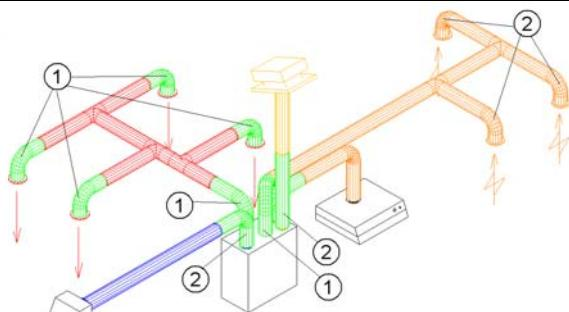

Fig. 5
For å unngå forstyrrende viftelyd til oppholdsrom brukes lyddempende kanal (pos.1, fig.5) fortrinnsvis på aggregatets tilluft- og avtrekksstuss (lengde = 1,0m pr. stk.). Ved behov benyttes lyddempende kanal også på aggregatets avkast- og uteluft-/friskluftinntak.
Fleksible kanaler (pos.2, fig.5) kan benyttes for tilpassinger mellom aggregat og takhatt/friskluftinntak. Alternativt kan fleksible lydfeller benyttes (ved korte kanalstrekk til det fri/krav til utendørs lydnivå).
Tilluftventiler plasseres i oppholdsrom som for eksempel soverom og stue, mens avtrekksventiler plasseres i våtrom (bad, vaskerom etc.), WC og kjøkken. NB: Selv om kjøkkenhette tilkobles aggregatet må det monteres egen avtrekksventil i kjøkken (**fig. 5**).